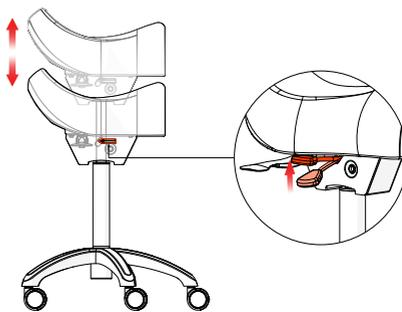

Fig.27
- Apriete la palanca **A** (Fig.27) hacia arriba.
- Apriete la palanca **B** (Fig.27) hacia abajo y manténela en esta posición.
- Mueva la palanca **B** (Fig.27) hacia arriba para fijar la posición.